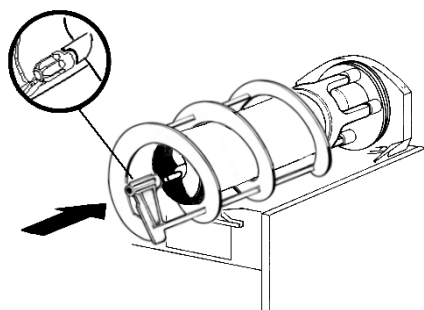

figura 14
- 6 - Colocar sobre el evaporador el rascador exterior, acoplando su extremidad anterior al árbol del rascador interior y haciendo coincidir los dientes de arrastre (ver figura 14).